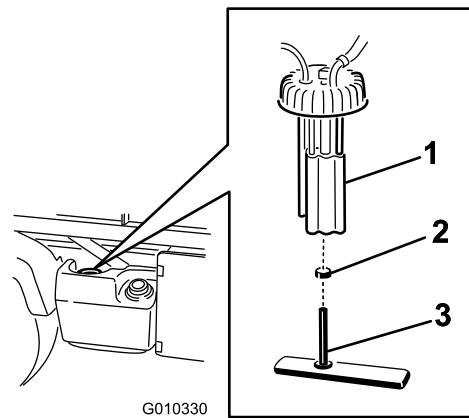

Figure 48
2. Débranchez les connecteurs des faisceaux de câblage de la pompe à carburant (Figure 48).
3. Desserrez le collier et débranchez la conduite d'alimentation du bouchon de la pompe à carburant (Figure 48).
4. Enlevez le bouchon de la pompe à carburant au sommet du réservoir de carburant (Figure 48).
5. Déposez la pompe à carburant et le filtre à carburant du réservoir (Figure 48).
7. Débranchez le flexible du raccord (Figure 48).